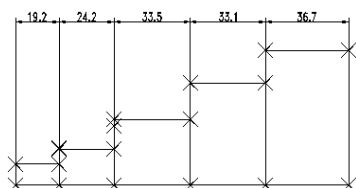

图 4-71 编辑状态的快速标注
- 编辑: 用户可以对快速标注进行删除、添加标注点等操作,如图 4-71 所示。